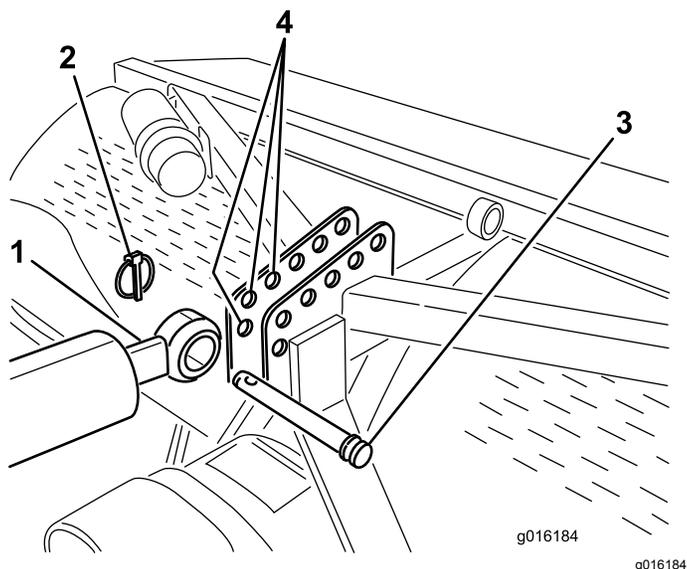
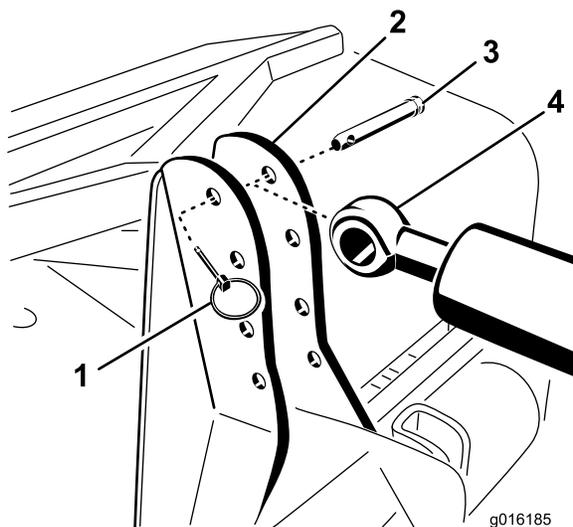

Figura 6
Figura 7
7. Sujete el extremo de la varilla del brazo hidráulico superior en el taladro más adelantado posible del soporte del aireador con un pasador de enganche y un pasador de seguridad (Figura 6 o Figura 7).